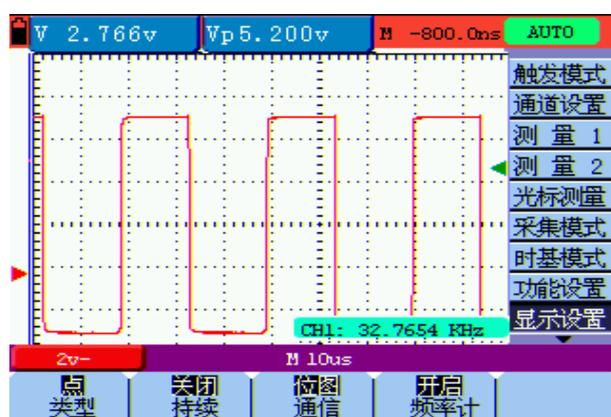

图 42 开启频率计
3. 按 F4 键，可以打开或关闭频率计。当设置为打开后，输入信号的频率会显示在屏幕的右下方，如图 42 所示。